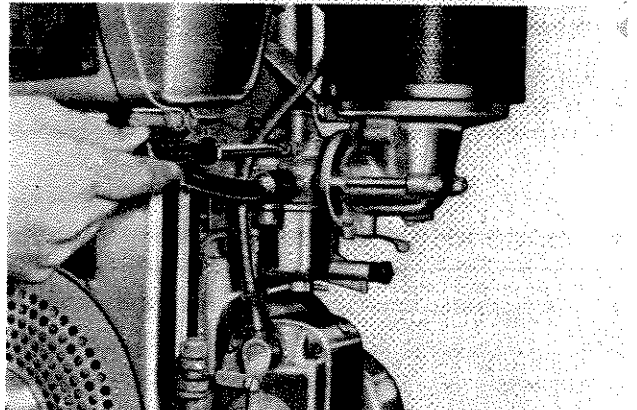

Fig. 35 - Registrazione miscela LA65-72-80-85
**LA65B-72-80-85/85:** agire sulla vite di registrazione: avvitandola, si arricchisce la miscela, svitandola s'impoverisce (fig. 35).